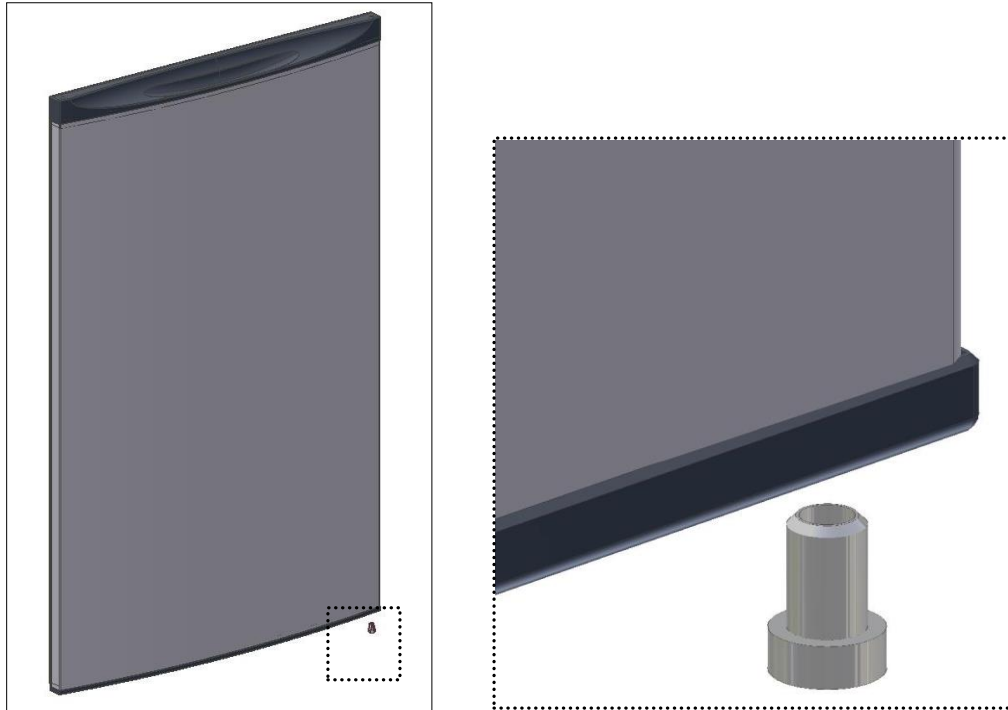

Fig. 8
- Colocar **casquilho** na parte inferior da porta (fig. 8);